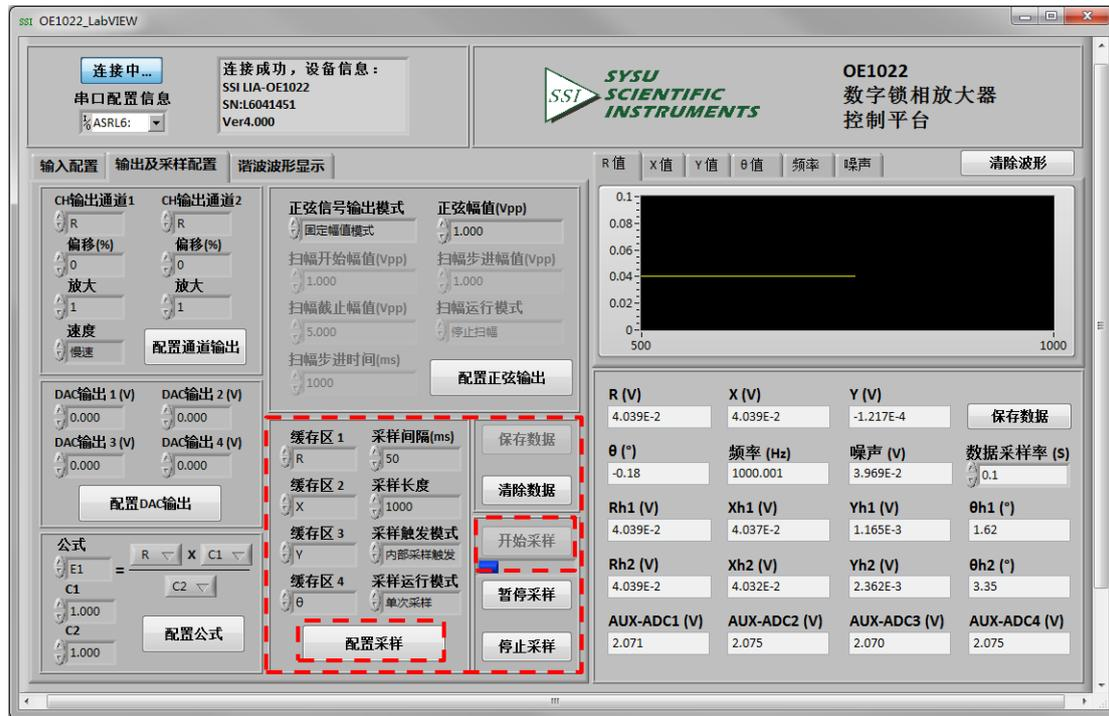

图85. 数据采集
1. 在数据缓存区配置区域选择好每个缓存区的采集数据类型、采样间隔和采样长度，其它选项默认，然后点击“配置采样”按钮，再点击右方的“开始采样”按钮。当在按钮下方出现进度条时，表示开始进行数据采集，如图 85 红框内所示。